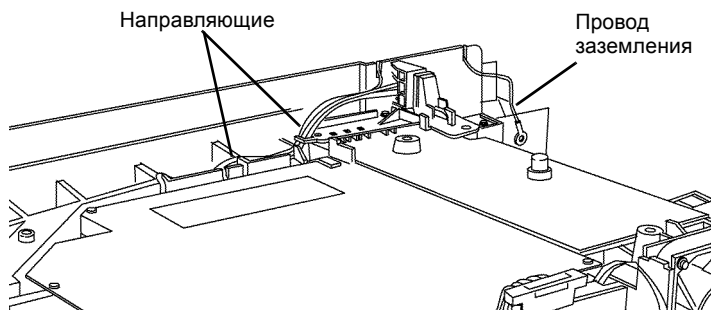

Рисунок 1 Проводка фьюзера, провод заземления и направляющие
8. Выньте провод заземления и проводку фьюзера из направляющих (Рисунок 1).